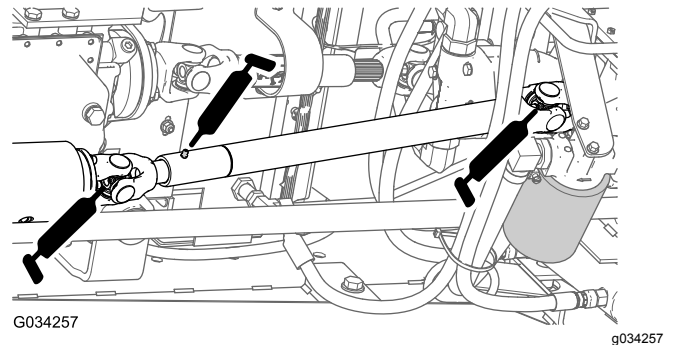

Figura 40
- Árbol de transmisión (3) (Figura 40).